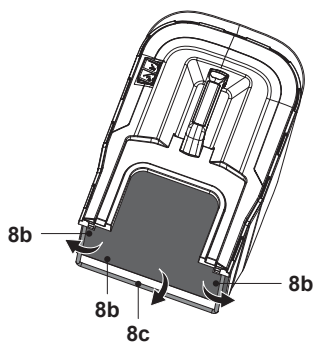

Rys. 4
6. Przymocować linkę sterującą (19) za pomocą zacisku do linki (20) (rys. 4).